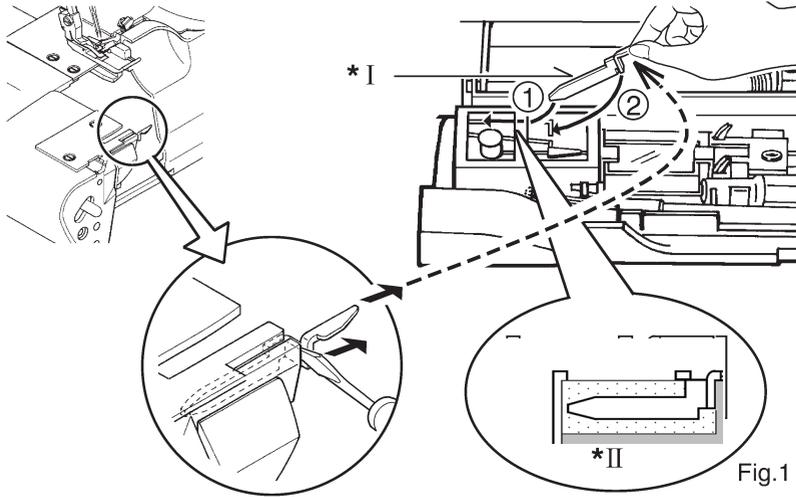

Fig.1
Sacar el convertidor como ilustrado en la Fig. 1.
2. Después de terminar, colocar el dedo de puntada en su lugar. Asegurarse de insertarlo profundamente como ilustrado en Fig 1.